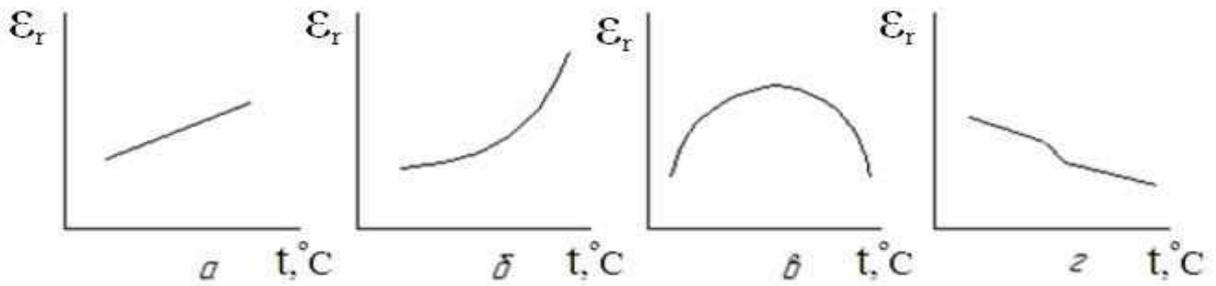

Рис. 1.3
**Вопрос 1.7.** На рис. 1.3 приведены кривые зависимости диэлектрической проницаемости от температуры для диэлектриков с различными механизмами поляризации. Укажите, которая кривая заснята для нейтрального диэлектрика?
1. Рис. 1.3, а.
2. Рис. 1.3, б.
3. Рис. 1.3, в.
4. Рис. 1.3, г.